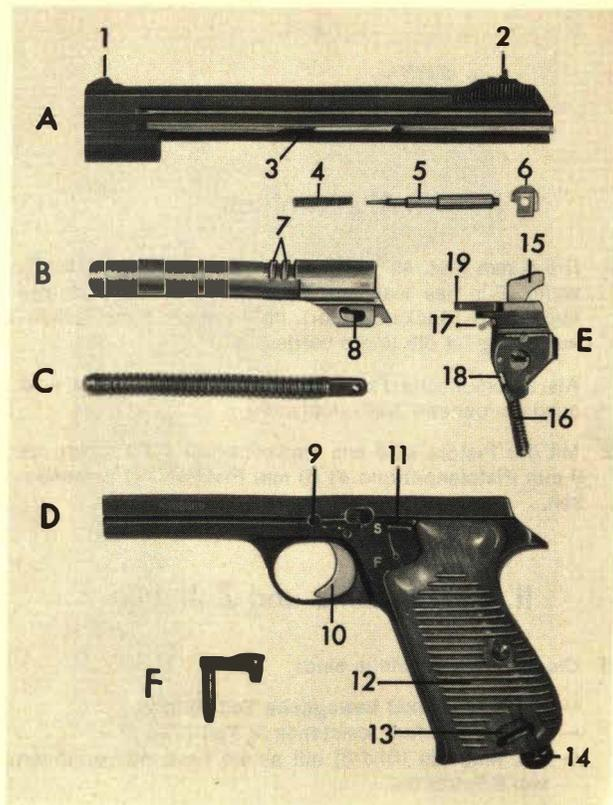

Bild 2
- der beim Schuß bewegliche Teil (Bild 2).
- der beim Schuß feststehende Teil (Bild 2).
## Legende zu Bild 2